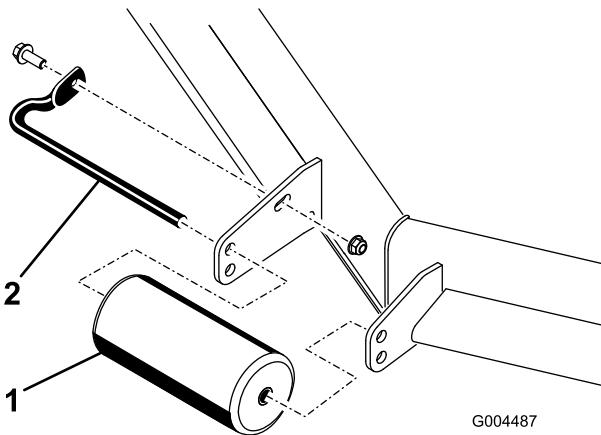

Figura 5
- Retire las fijaciones que sujetan cada rodillo al cortacésped y mueva los rodillos hacia arriba o hacia abajo según sea necesario (Figura 5).